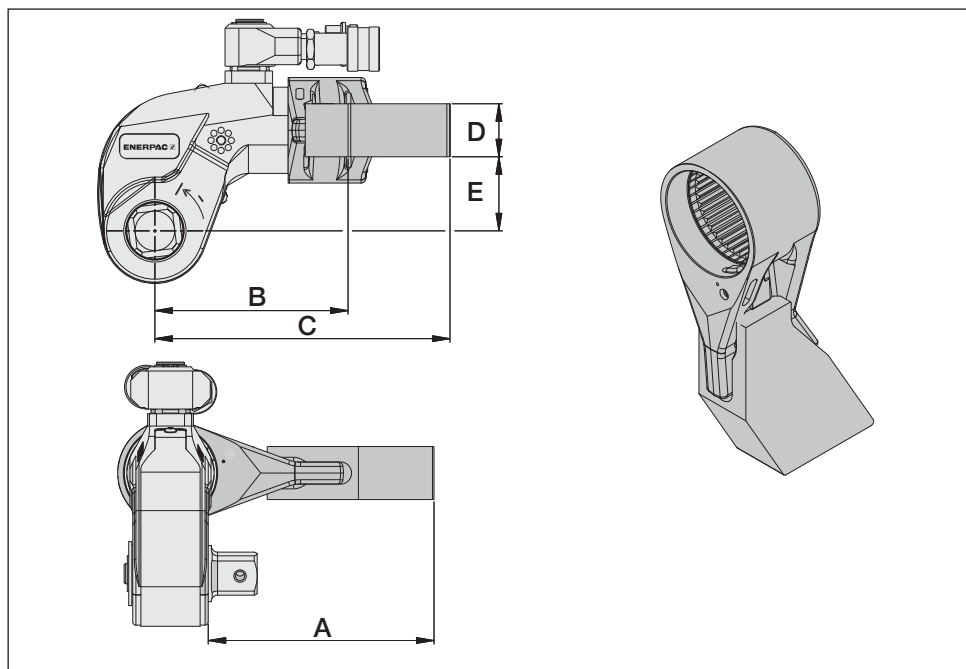

Fig. 29
6.3 Dimensions et spécifications du bras de réaction allongé de la série SRS (fig. 29)